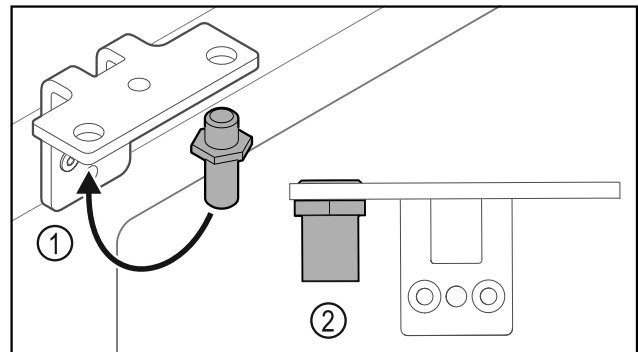

Fig. 37
- ▶ Premiestnite čap Fig. 37 (1) v uholníku závesu.
- ▶ Uťahnite čap Fig. 37 (2) **ťahovacím momentom 12 Nm**.